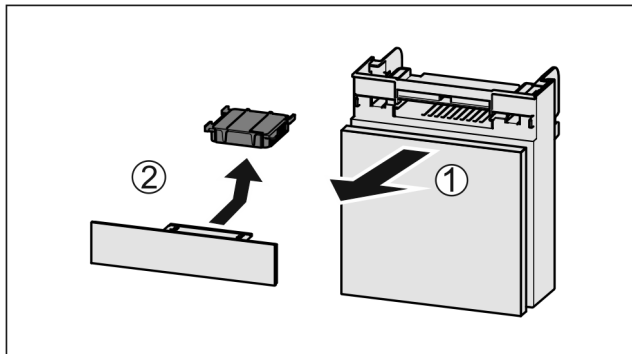

Fig. 52
- Estrarre il vano tirando in avanti Fig. 52 (1).
- Rimuovere il filtro a carboni attivi Fig. 52 (2).